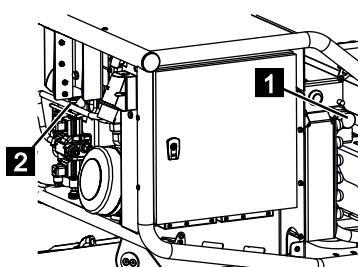

Abb. 207
3. Nach dem Servicebetrieb das Ventil [LS] (Abb.207/2) komplett heraus drehen, das Ventil [Stütze Kette] (Abb.207/1) gegen den Uhrzeigersinn entriegeln und die Abdeckhauben wieder anschrauben.